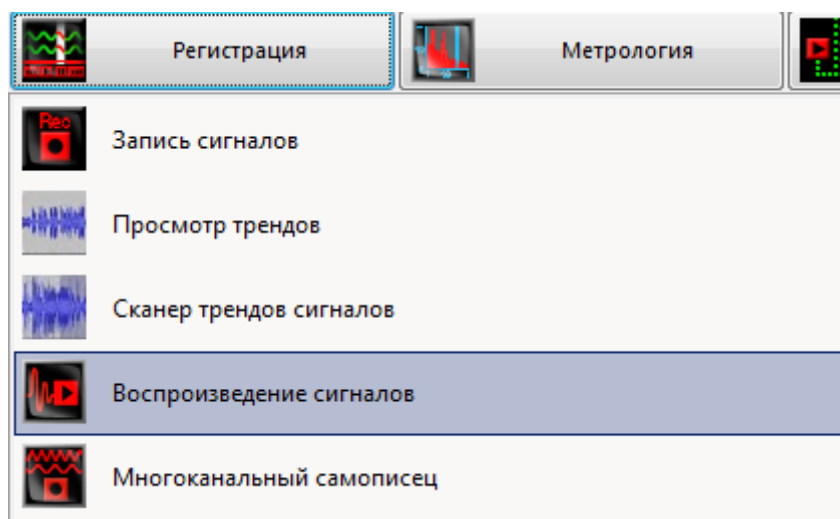

Рис. 4.8 Меню «Регистрация»
2. Для обработки записанных сигналов программой «Система диагностики лифтов» необходимо воспроизвести зарегистрированные сигналы, используя программу «Воспроизведение сигналов» из меню «Регистрация» панели ZETLAB (Рис. 4.8).